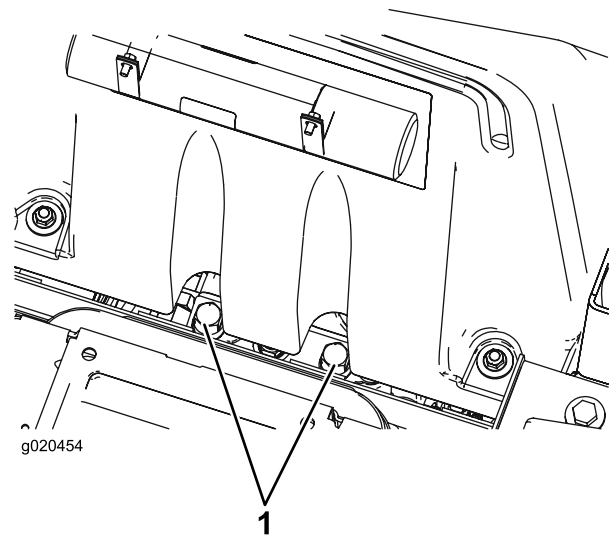

Figura 55
1. As válvulas de derivação encontram-se sob a dianteira do depósito de combustível (Figura 55).